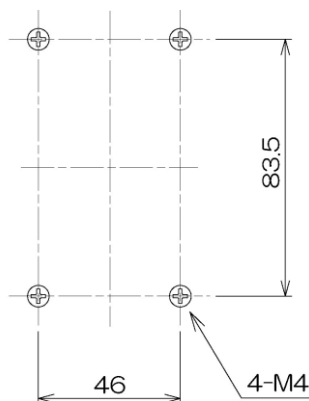

図 6 壁面取付ネジ位置
- (1) 図 6 に示す取付ピッチで付属の取付ネジ (M4×8) を設けます。
- (2) スwitchボックス取付用アタッチメント金具を、付属の取付ネジ (M4×8) を用いて壁面に取り付けます。
- (3) 本体下部の配線穴に差し込まれている盲蓋を取り外し、表面扉の把手部を左に押しながら手前に引いて開け、付属の取付ネジ (M4×20) を本体取付ネジ穴に挿入して、左右を少しずつ締めてしっかりと固定します。